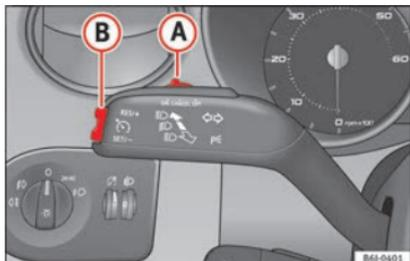

Fig. 149 Levier des clignotants et des feux de route : commande et touche basculante pour régulateur de vitesse.
- Lorsque le levier (A) est appuyé dans la direction de **OFF** sans qu'il ne s'emboîte.
Pour récupérer le régulateur, levez le pied de la pédale de frein ou d'embrayage ou réduisez la vitesse en-dessous de 180 km/h (112 mph) et appuyez une fois sur la partie supérieure de la commande à bascule **RES** » fig. 149 (B).
Le système **se déconnecte complètement** en déplaçant la commande (A) » fig. 149 vers la butée de droite (OFF encastré), ou quand le véhicule est arrêté, en déconnectant l'allumage.